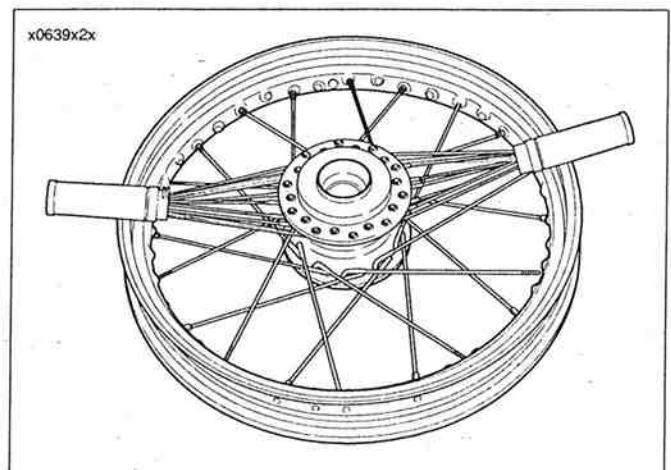

Figura 2-48. Rayo inicial – exterior del reborde inferior
10. Trabaje primero con los rayos exteriores (cabeza corta) en el reborde inferior. Vea la Figura 2-48. Usando el método de alineación de rayos descrito anteriormente, localice un agujero de rayo en el aro que apunte hacia abajo y afuera, en dirección del reborde inferior de rayos exteriores (cabeza corta).